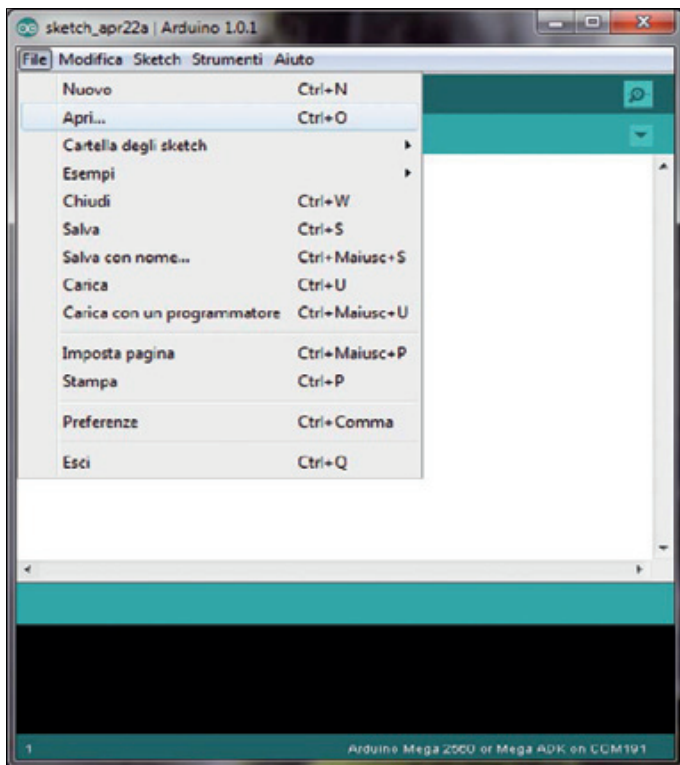

Fig. 5
1. avviare l'IDE di Arduino, quindi impartire il comando di menu *File > Apri* (Fig. 5);